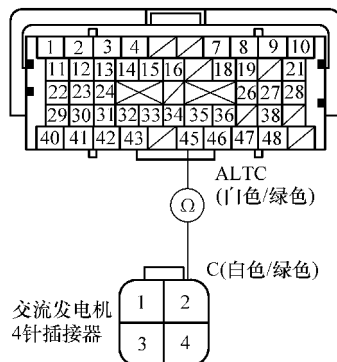

图 3-32 检查 B45 与交流发电机
11) 将 SCS 线路跳接至 HDS，然后将点火开关转至 LOCK (0) 位置。
13) 如图 3-32 所示，检查 PCM 插接器端子 B45 与交流发电机 4 针插接器 2 号端子之间是否导通。